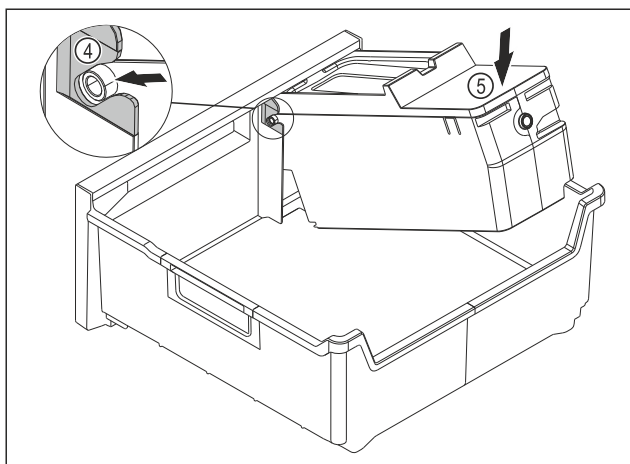

Fig. 187
- ▶ Montaż korpusu EasyTwist-Ice: Wsunąć osie korpusu EasyTwist-Ice w prowadnice Fig. 187 (4).
- ▶ Docisnąć korpus EasyTwist-Ice Fig. 187 (5) z tyłu do dołu.